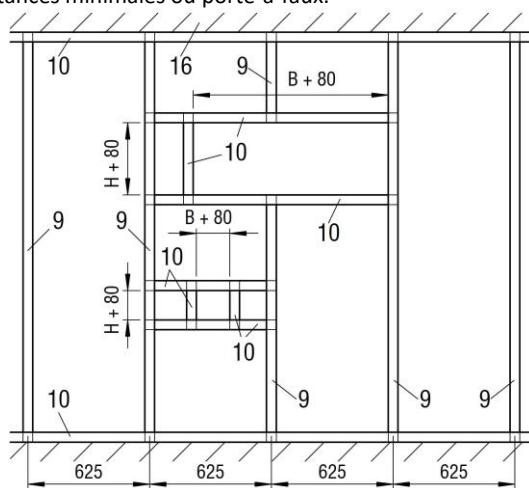

Figure 33 : Ossatures métalliques avec les modifications nécessaires pour le montage à sec (F30/F60)
- Réaliser une ossature métallique et le mur conformément aux instructions du constructeur du mur et prévoir les pièces de remplacement selon Figure 33.
- Placer le BKA-Ü (pos. 1) dans l'évidement du mur (côté commande - respecter la dimension de montage 210 mm). Veiller à ce que la fente entre le mur et le BKA-Ü soit bien centrée. Monter les éléments de fermeture BKA-Ü à l'aide de dispositifs de suspension, etc.
- Poser la laine minérale (pos. 11.4) dans la fente circonférentielle d'une épaisseur de 40 mm entre le boîtier du BKA-Ü et les profilés métalliques (pos. 10).
- Réaliser le parement (pos. 12) des deux côtés du mur et le doublage sur le côté opposé au côté commande (pos. 49.4).